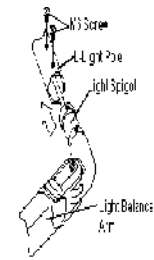

Fig.6-11 Fixing the Dental Light to L-Light Pole
- B. Passez le câble de l'éclairage dans le bras de l'éclairage et insérez le joint à emboîtement dans le bras. Ensuite fixez-le avec les 2 vis M6. (Fig.6-11)